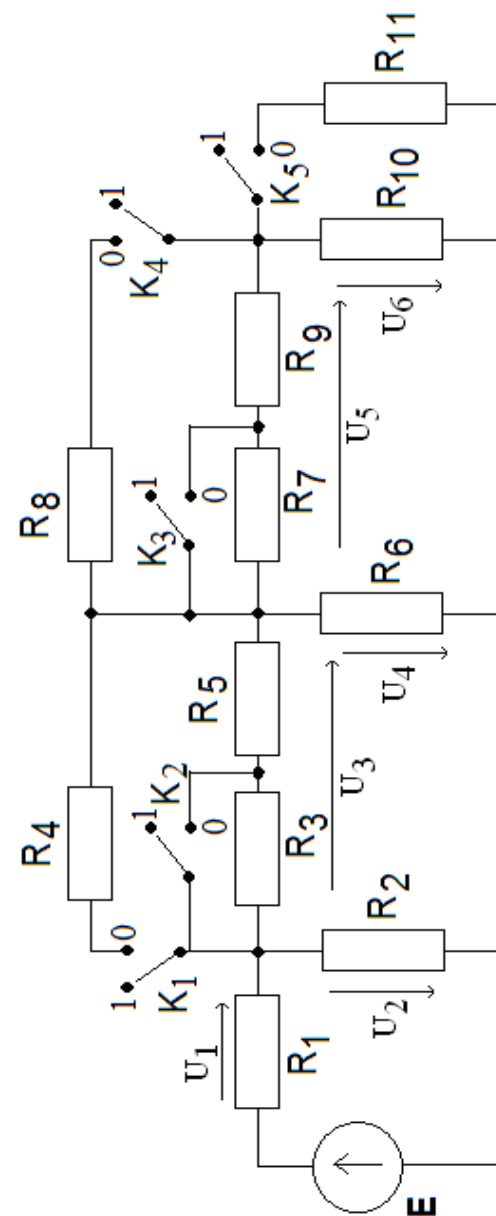

Рис. 1.12
1.7.1. В схеме цепи, показанной на рис. 1.12 установите ключи  $K_5 \div K_1$  в положение, соответствующее **двоичному коду** Вашего **номера  $N$  по модулю 32** в списке группы  $K_5 K_4 K_3 K_2 K_1$ , значения  $K_i = 0$  или  $1$ ,  $i = 1, 2, 3, 4, 5$ . Зарисуйте полученный вариант электрической цепи. Значения сопротивлений элементов цепи в **Омах** определяются выражением
где  $G$  - номер группы,  $N$  - номер студента в списке группы,  $k$  - номер сопротивления в схеме на рис. 1.12. Значение ЭДС источника  $E$  примете равной **10 В**. Эта же схема рассматривалась в пункте 1.6.2 **лабораторной работы №5** (рис. 1.2).
Рассчитайте значения напряжений  $U_1, U_2, U_3, U_4, U_5, U_6$ , показанных на рис. 1.12 для Вашего варианта цепи, проверьте правильность полученных решений с помощью второго закона Кирхгофа, используя для вычислений программу MathCAD. Результаты расчета занесите в табл. 1.6.